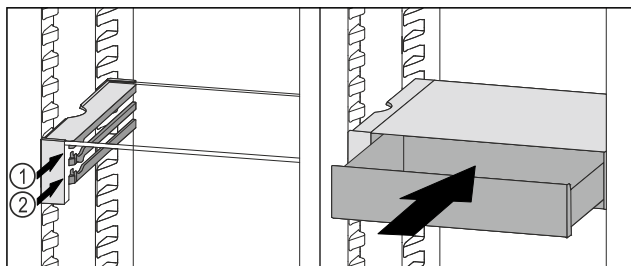

Fig. 103
- Stavite ladicu VarioSafe ukoso iza zaustavljača na željeni žlijeb Fig. 103 (1) ili Fig. 103 (2).